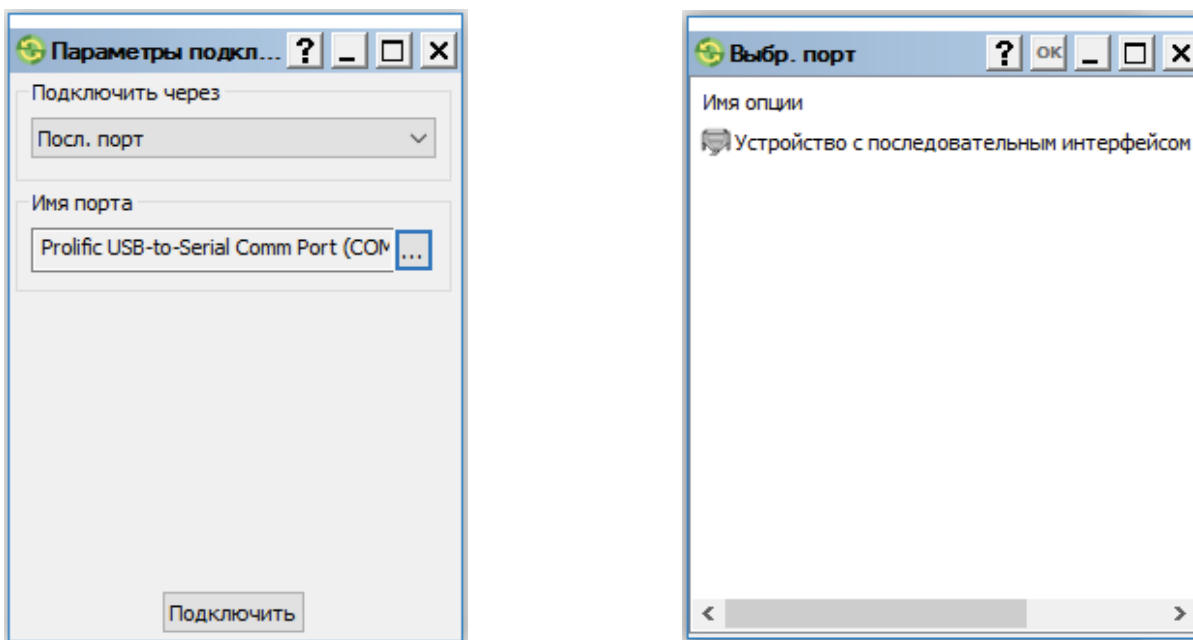

Рис. 15: Параметры подключения/Выбор порта
7. Нажмите кнопку [...]. Откроется диалоговое окно **Выбр. порт** (Рис. 15).